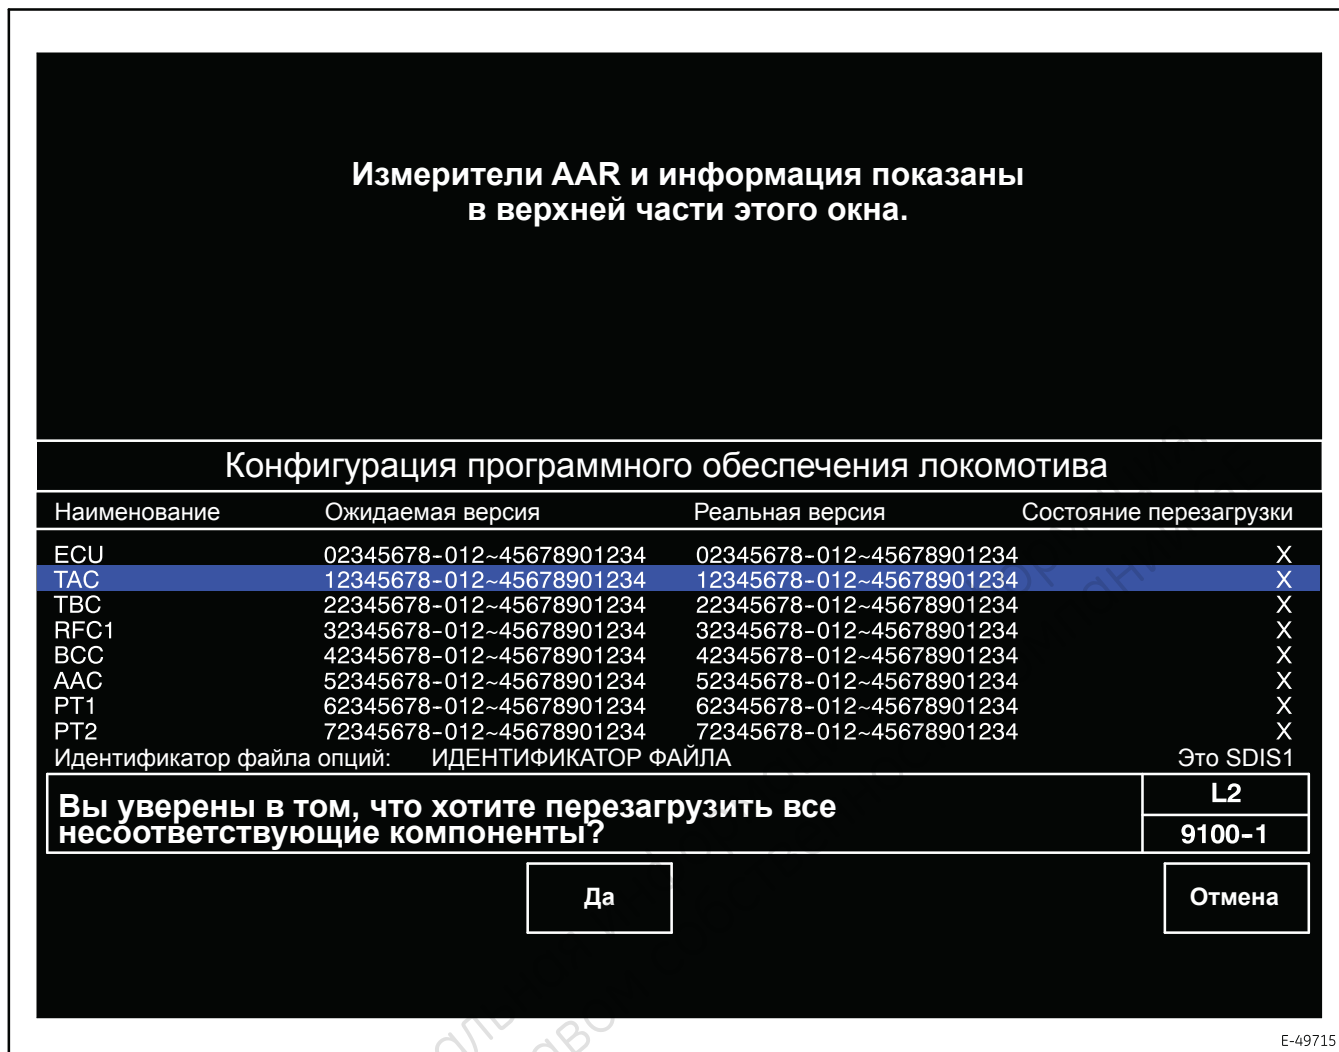

Рисунок 5. Стандартный вид экрана Locomotive Software Configure Confirmation (Подтверждения конфигурации ПО локомотива) (9100-1).
7. Нажмите экранную кнопку **F4 Yes (Да)** на экране Locomotive Software Configuration Confirmation (Подтверждения конфигурации ПО локомотива) (9100-1, рис. 5) при появлении сообщения: «Are you sure you want to reload all mismatching items?» (Вы уверены в том, что хотите заново загрузить все несоответствующие компоненты?).